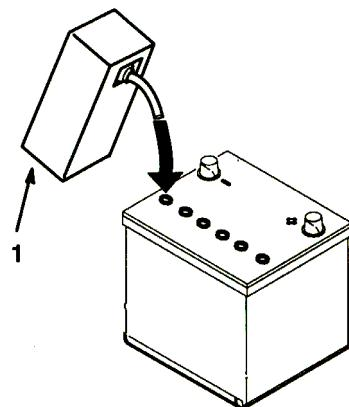

図9
4. 電解液が電極板に吸収されるまで、20~30分間待つ。各セルの電極板が液面下 6mm 程度に水没するように、必要に応じて電解液を補充する(図9)。